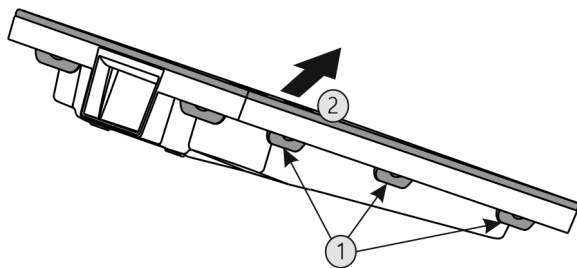

Fig. 69
- ▶ Alle Laschen Fig. 69 (1) nacheinander drücken und die Abdeckung Fig. 69 (2) entnehmen.